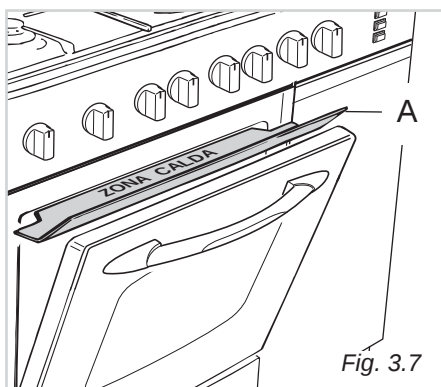

Fig. 3.7
- Infilare lo schermo paracalore **A** negli appositi supporti nell'imboccatura del forno (fig. 3.7). Lo schermo paracalore, fornito a corredo, serve per proteggere il frontale comandi dal calore.